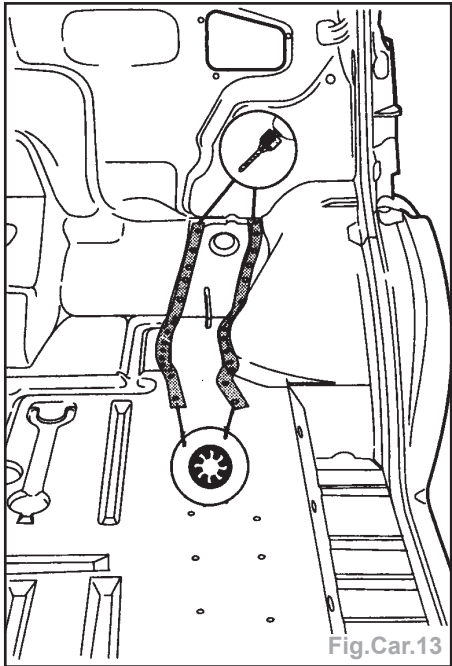

Fig.Car.13
- Percer les points de soudure en partant de l'habitacle (Fig.Car.13).
- A partir de l'habitacle, soudage par bouchonnage sous gaz de protection (Fig. Car.13).